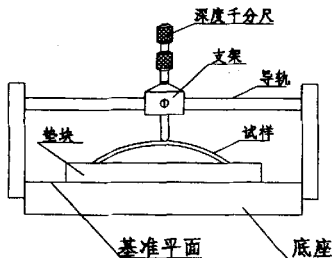

图2 测量横向弯曲的典型固定装置
**固定装置:**测量横向弯曲的典型固定装置结构简图见图2,由底座、基准平面、支架、导轨、深度千分尺、垫块和电接触指示器构成,底座的上端为基准平面,底座上方是移动导轨,该轨道平行于基准平面,在轨道上装配一个可移动的支架,深度千分尺安装在支架上。